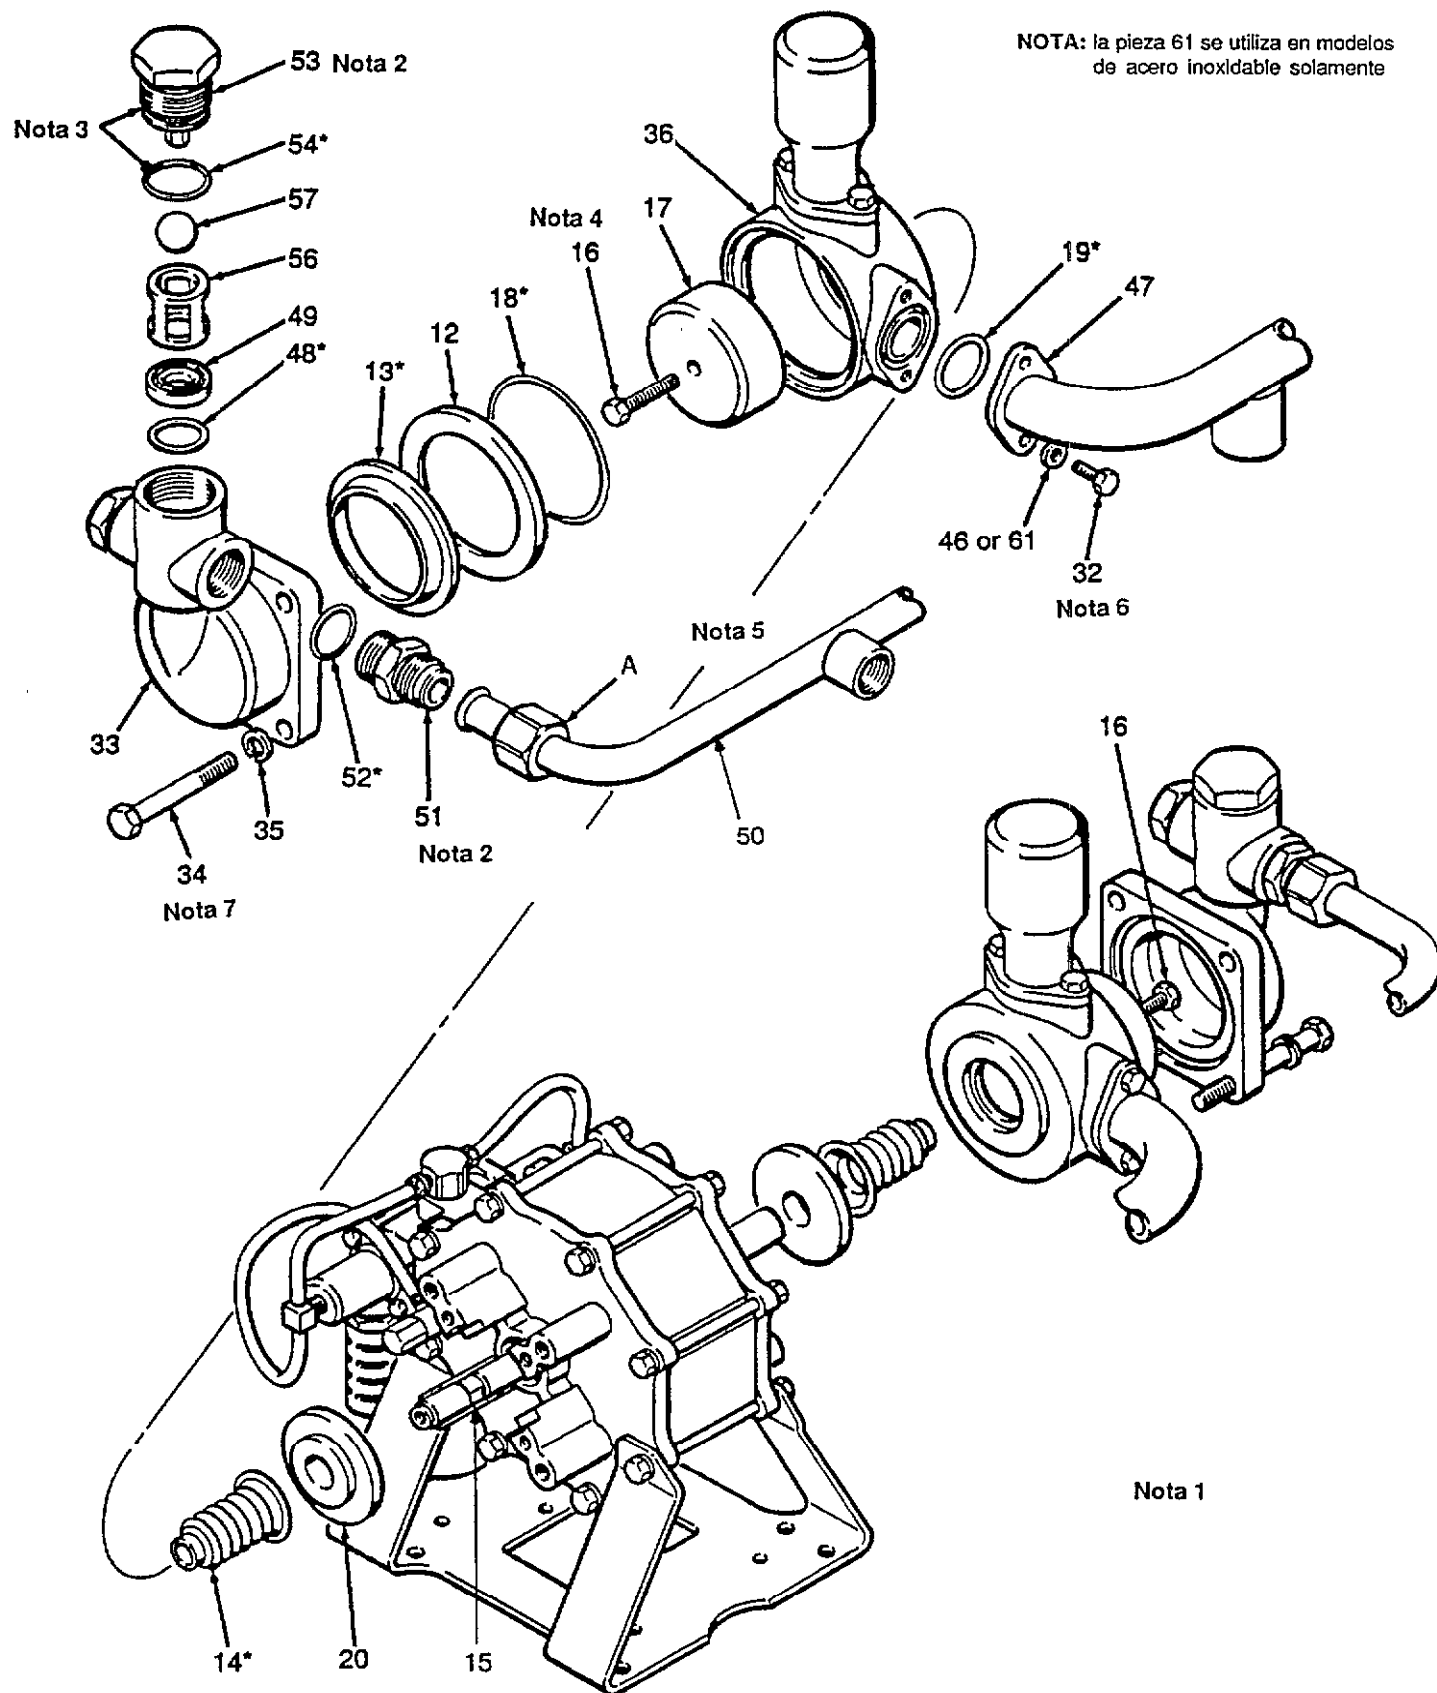

Fig. S-1
3. Retirar el sombrerete (53) de cada lado del alojamiento de salida (33). Ver la Figura S-1.
4. Extraer la bola (57), guíabolas (56), asiento de válvula (49) y junta tórica (48*) de cada lado del alojamiento de salida.
2. Aflojar las tuercas del tubo (A) y retirar el colector de salida (50). Desenroscar los conectores (51). Ver la Figura S-1.
3. Sacar los tornillos (34), arandelas retén (35), alojamiento de salida (33), junta del pistón (13*) y placa retén (12). Repetir la operación en el otro lado de la bomba.
4. Tomando el tornillo (16) de uno de los lados de la bomba, extraer el tornillo del lado opuesto de la bomba, utilizando un encaje y una barra.
5. Retirar el pistón (17) tomándolo con las manos y balanceándolo para liberarlo del fuelle (14).
6. Sacar los tornillos (32), arandelas (46 ó 61) y colector de entrada (47).
7. Retirar el alojamiento de admisión (36), fuelle (14*) y placa retén (20).
8. Tomando las caras planas del eje del pistón (15) con una llave, extraer el tornillo restante (16).